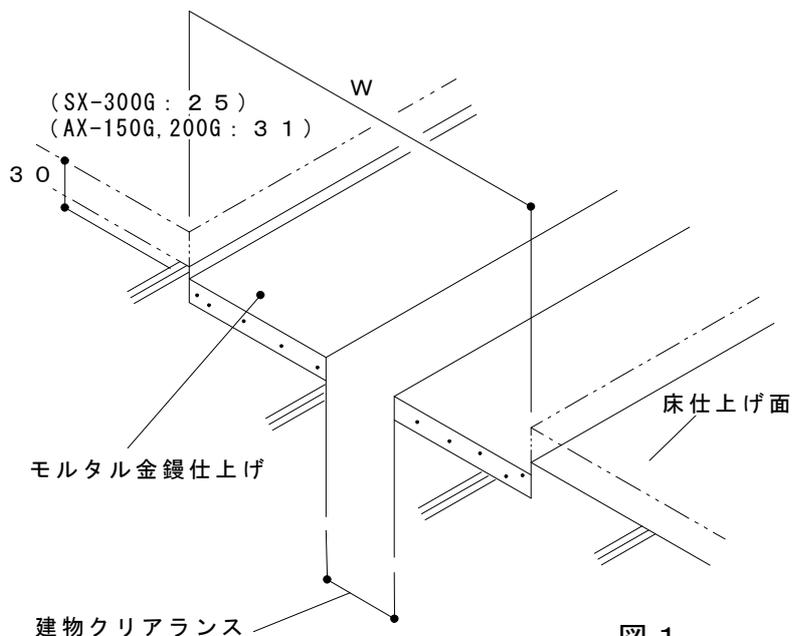

図 1
1. 建物のクリアランスは、図1、表1のように仕上げてください。それぞれの規定値よりも狭い場合には変形性能が確保できなくなる場合があります。